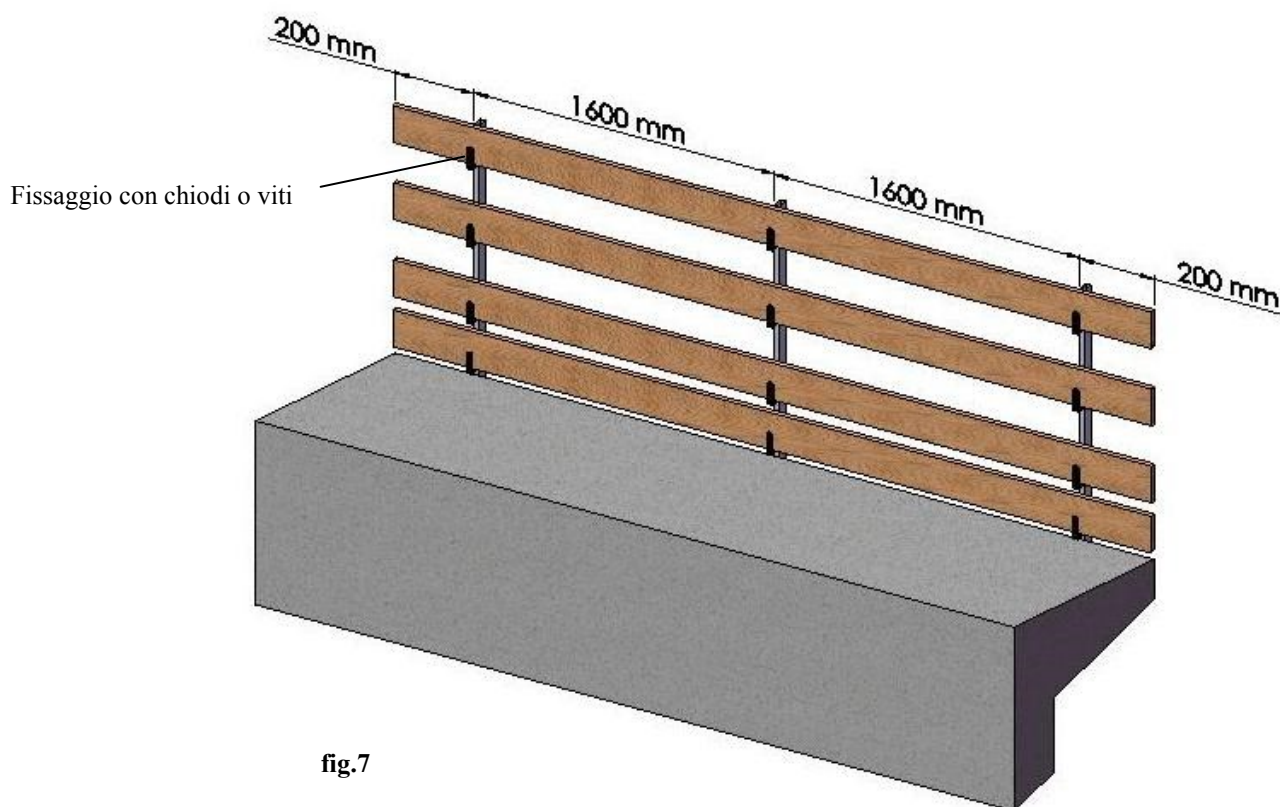

fig.7
- Completare il montaggio del sistema di protezione provvisorio, inserendo negli appositi sostegni, le tavole in legno di abete o di altra essenza (classe minima di resistenza C16 – UNI EN 338), o con altri profili metallici in grado di resistere ai carichi richiesti dalla normativa UNI EN 13374 : 2013 (fig. 7 a pag. 9);
- Le tavole (fig. 7) o i profili utilizzati devono essere integri sotto l'aspetto della resistenza e la loro lunghezza minima deve essere superiore di almeno 400 mm a due campate. (esempio: 1600 mm + 1600 mm + 200 mm + 200 mm = 3600 mm)